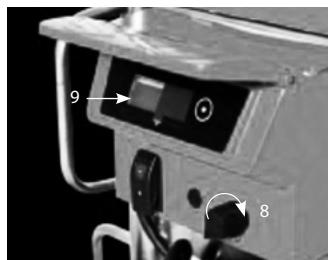

Рис. 11
3. Увеличьте число оборотов двигателя, повернув регулятор давления «8» (Рис. 11) на $\frac{1}{2}$ по часовой стрелке.